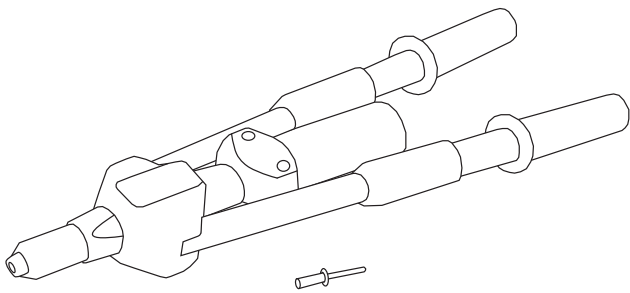
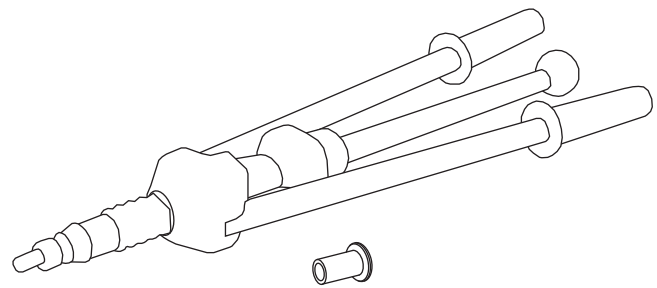

Fig. 24. Remachadora manual para remaches POP.
Fig. 25. Remachadora manual para tuercas remachables.
- Los remaches y las tuercas remachables necesitan 2 tipos de herramientas distintas para su colocación, aunque ambas se llaman remachadoras (Fig. 24 y Fig.25).